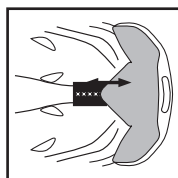

Figura 5
- El sistema de ajuste In Form está equipado con un mecanismo de regulación de la altura. Para regularla, desabroche la lengüeta central del In Form y muévala hacia arriba o hacia abajo hasta que encuentre la posición en que se sienta más cómodo (Figura 5). Fije firmemente los broches en uno de los tres niveles de ajuste de la altura. Para máximo rendimiento, asegúrese de que los dos broches de la lengüeta estén bien sujetos.